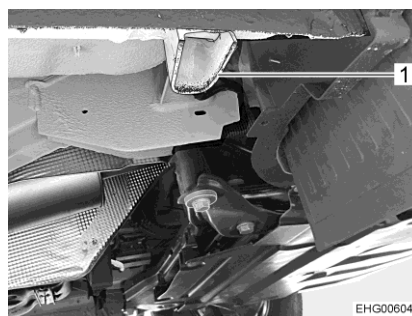

Bild 241 Fäste framaxel
- Om ett hjul på framaxeln ska bytas: Placera domkraften på avsett fäste (Bild 241,1).